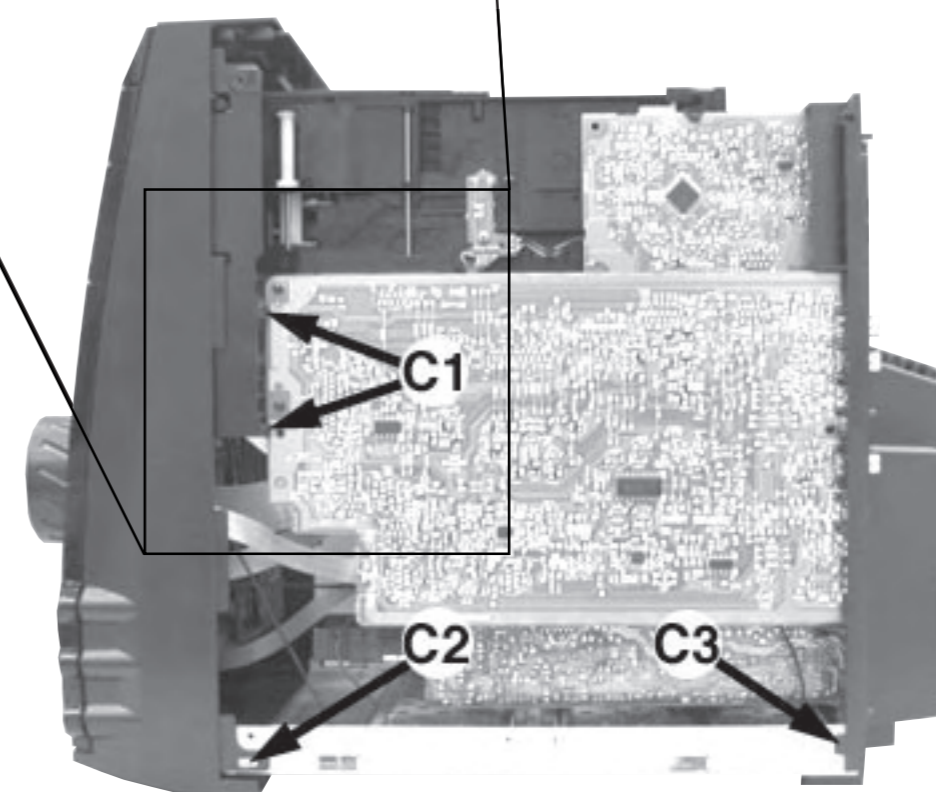

Figura 7
- 3) Destrave as 3 travas C2 (veja figura 7) das laterais esquerda e direita do Gabinete Frontal (pos 101) e o slides do Painel Frontal para fora.